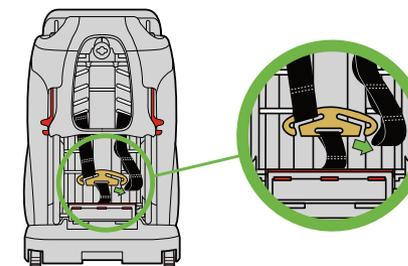

Figure 33
- Tournez le verrou du panneau d'accès vers la gauche et tirez pour l'enlever, tel qu'illustré dans la **Figure 33**.
Retirez les boucles aux extrémités des sangles du harnais de la chape en métal du harnais en faisant glisser la sangle à l'extérieur de la fente de la chape en métal du harnais, tel qu'illustré dans la **Figure 33**.